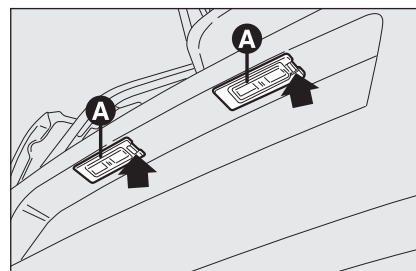

fig. 28
- ☐ intervenga en el punto indicado por la flecha y quite el grupo transparente **A**-fig. 28;